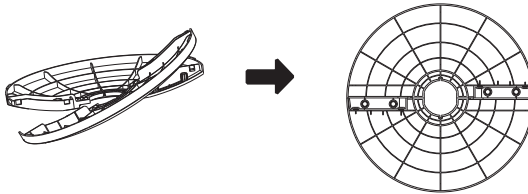

Fig.1
- 1 Retire el cuerpo del ventilador y las piezas de repuesto de la caja. Coloque la base delantera sobre la trasera y únalas. (Ver Fig. 1)